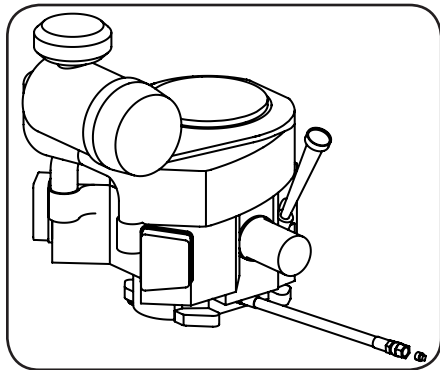

Figure 4-1
- Repérez le boyau de vidange d'huile sur le moteur. Voir Figure 4-1.
- Tenez l'extrémité libre du boyau de vidange d'huile au-dessus du récipient, puis dévissez le bouchon à tête carrée du boyau. Voir Figure 4-1. Vidangez l'huile du moteur dans le récipient.